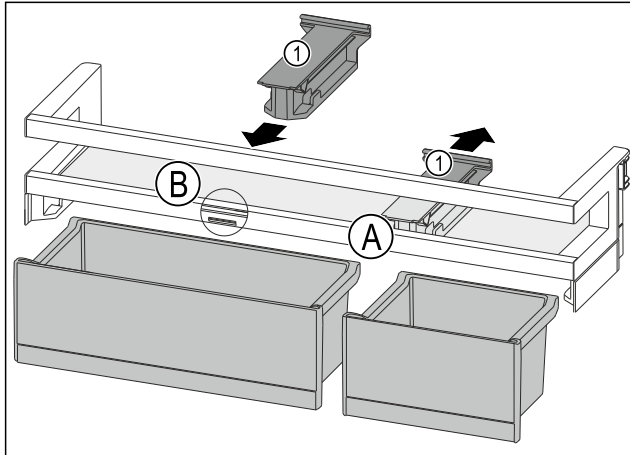

Fig. 116
- ▶ Снимите крепление Fig. 116 (1) в позиции Fig. 116 (A), отодвинув его назад.
- ▶ Установите крепление Fig. 116 (1) в позиции Fig. 116 (B).